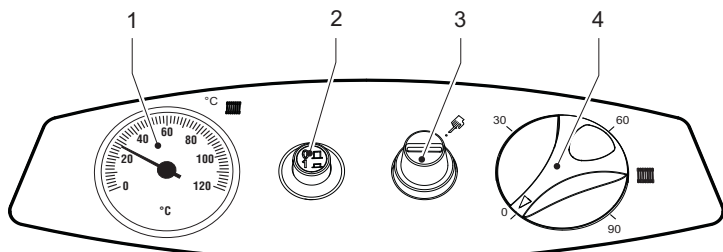

fig. 1 - Bedieningspaneel modellen ATLAS 32-78
- B** Ενεργοποίηση του θερμοστάτη ασφαλείας όταν η θερμοκρασία του λέβητα υπερβαίνει μια καθορισμένη τιμή, με αποτέλεσμα οι συνθήκες λειτουργίας να είναι επικίνδυνες. Για να αποκατασταθεί η λειτουργία, ξεβιδώστε την τάπα 3 του fig. 1 και πατήστε το μπουτόν επαναφοράς.
Druk op knop 2 van fig. 1 om ketel en brander te voeden. Raadpleeg voor de werking van de brander de betreffende handleiding.
Voor korte onderbrekingen drukt u op knop 2 van fig. 1 op het bedieningspaneel en zet u hem in stand "0". Wanneer de ketel langere tijd niet gebruikt wordt, moet u niet alleen knop 2 indrukken, maar tevens de brandstofafsluiter dichtdoen. Om vorstschade te voorkomen wanneer de ketel in de winter langere tijd niet gebruikt wordt moet de verwarmingsinstallatie met een speciale antivriesvloeistof gevuld worden of volledig afgetapt worden.
De gewenste temperatuur in de installatie instellen met de regelthermostaat 4 van fig. 1.